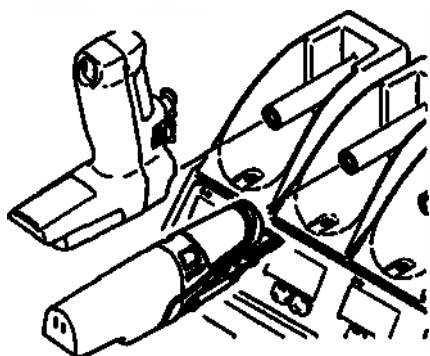

Рисунок 6 – Ориентация модуля аккумулятора типа Stryker F1
- На универсальном зарядном устройстве Stryker F1 всегда необходимо устанавливать аккумуляторные модули Stryker F1 SmartGrip™ в правильное положение см. (рисунок 6).